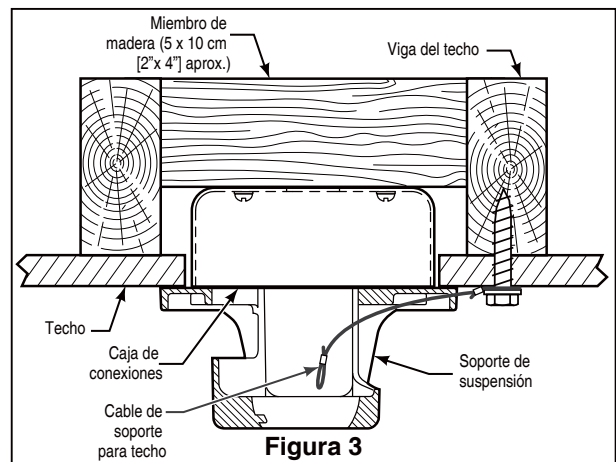

Figura 3
Profunda caja con aparato ortopédico (Figura 3)
Afloje los dos tornillos de fijación del soporte del barral. Instale el barral en el acoplador. Alinee los orificios del pasador en el barral con los orificios del soporte del mismo. (Figura 3)
1. Perfore un orificio de 1/4" en la estructura del edificio para evitar grietas con la instalación del tornillo de intervalo. Utilice el tornillo de intervalo de 3/8"x 2" y la arandela plana para fijar el cable de seguridad a la viga del techo o a la estructura de madera. Dicho tornillo pasará a través de arandela plana, la presilla del cable de seguridad y se fijará en la estructura del edificio. (Figura 3)
NOTA: el cable de soporte para techo no se puede asegurar solamente a la caja de conexiones; se debe asegurar directamente a la viga de techo o miembro estructural con el tornillo de cabeza cuadrada de 3/8"x2" y la arandela plana. (Figura 3)
3. Luego de empalmar los cables y realizar la conexión, sepárelos y dóblelos hacia arriba con el conductor con conexión a tierra y el conductor con conexión a tierra del equipo debe ir en un lado de la caja de distribución eléctrica y el conductor sin conexión a tierra debe ir del otro lado. (Figura 3)
3. comprobar el funcionamiento de la luz hacia abajo tirando suavemente de la cadena del tirón luz. (Figura 3)